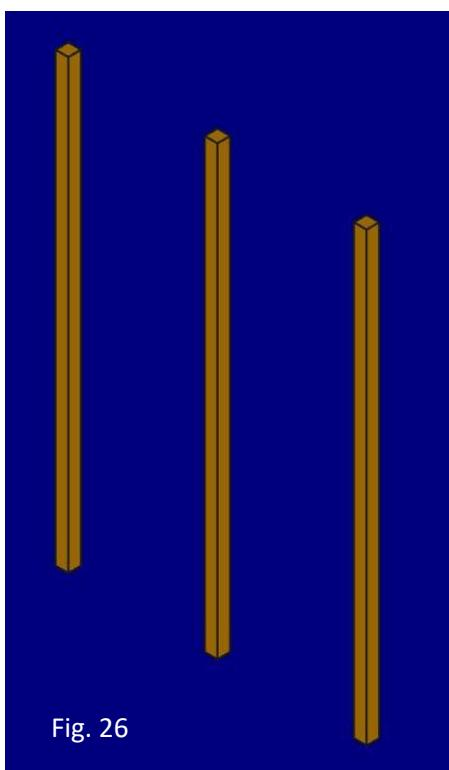

Fig. 26
1. Tagliate 3 listelli e posizionatevi in modo verticale su di un piano (fig. 26)